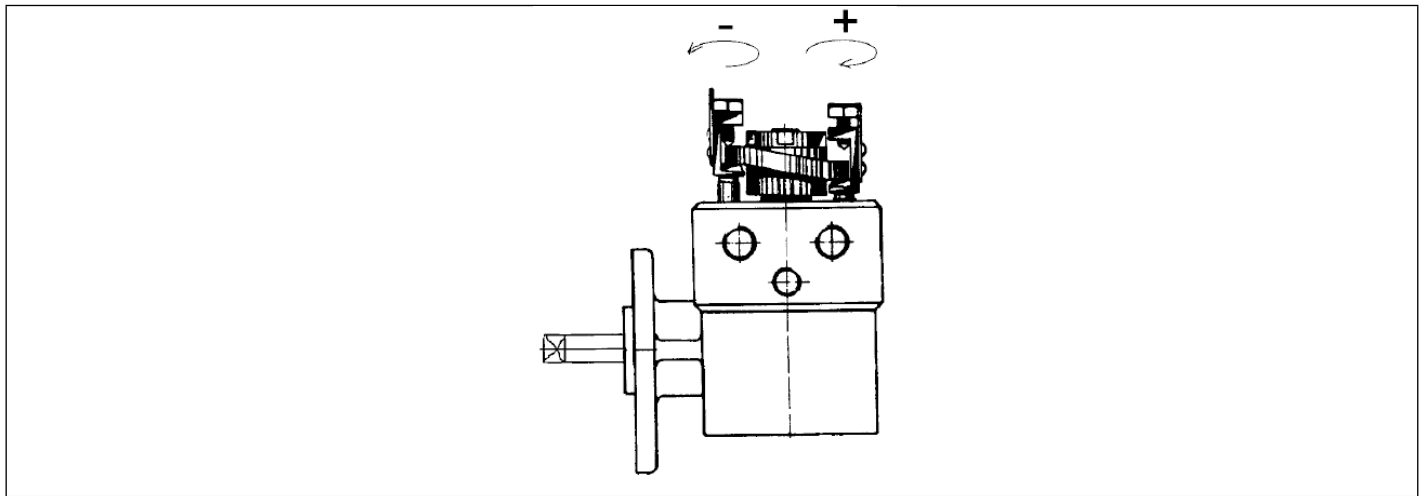

Figura 10
- Girar el tornillo en sentido contrario a las agujas del reloj para reducir el caudal de aceite (ver Figura 10) (esta operación debe realizarse en todos los pistones de la bomba de lubricación);